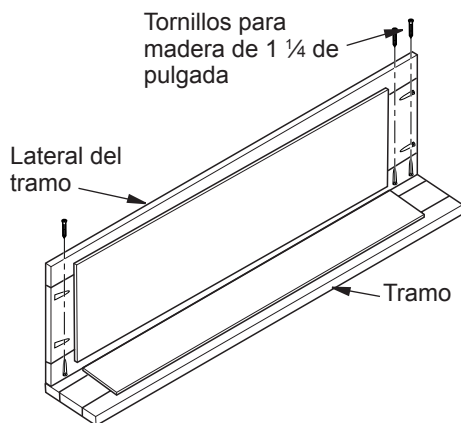

Figura 1 - Ensamblaje de los tramos
1. Algunos modelos requieren de ensamblaje de las esquinas o los lados. Para estos modelos, coloque el lateral del tramo sobre el piso. Coloque el tramo como se muestra en la figura 1. Alinee los orificios para tornillo previamente perforados del tramo y del lateral del mismo. Asegúrese que los extremos estén alineados. Fije con dos o tres tornillos para madera de 1 1/4 de pulgada, según sea su modelo. Repita la operación en el otro tramo.